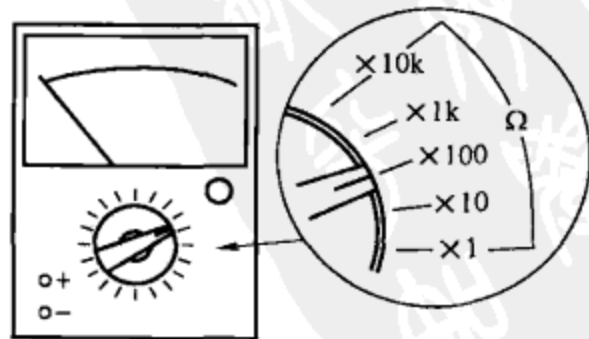

图 1-16
(1) 选择挡位。检测时首先根据电阻器阻值的大小，将模拟万用表（以下简称万用表）上的挡位旋转到适当的“ Ω ”挡位，如图 1-16 所示。